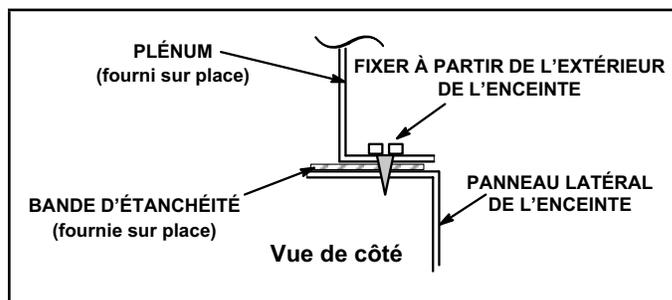
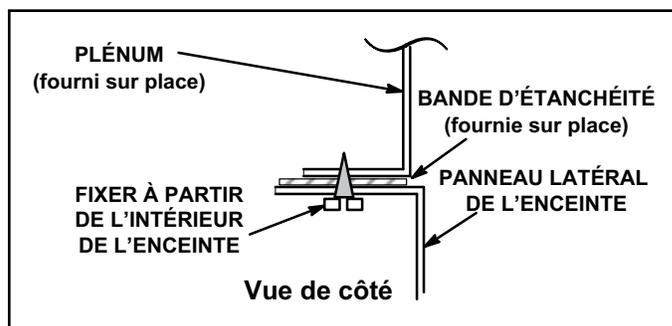

FIGURE 17
FIGURE 18
- 1 - Le bord inférieur du plénum doit être rabattu pour former un rebord (reportez-vous à la FIGURE 17 et à la FIGURE 18).